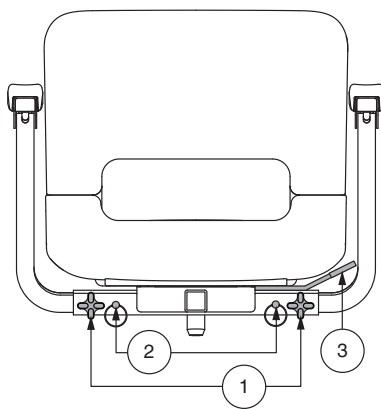

Figure 28. Réglage du siège
Le levier de rotation est situé sur le côté droit de la base du siège et le bloque dans plusieurs positions. Voir la figure 28.
1. Desserrez les boutons de réglage. **Voir la figure 28.**